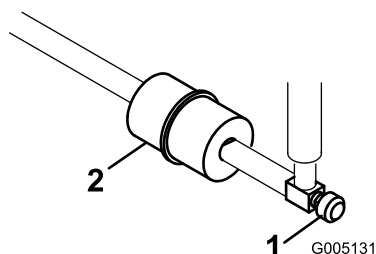

図 30
燃料フィルタはインラインタイプで、燃料タンクとキャブレタの間に設置してあります 図 30。
- 燃料バルブを閉じ、フィルタのキャブレタ側についているホースクランプをゆるめ、燃料ラインからフィルタを外す 図 30。